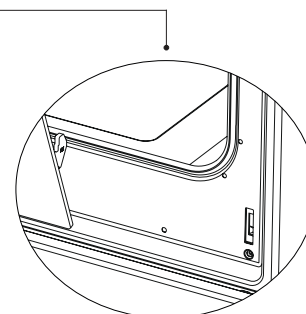

Figure 16.2
4. Pour retirer la porte du four, lorsqu'elle est presque fermée, tirez-la vers le haut en la tenant des deux mains pour la séparer (comme sur la Figure 16.2).